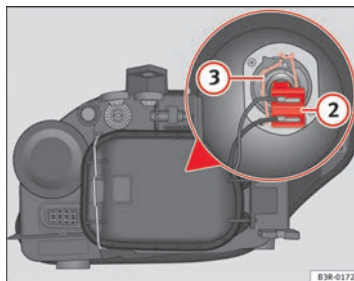

Abb. 194 Abblendlicht
- Ziehen Sie am Stecker ⇒ Abb. 194 (2) und nehmen Sie diesen so von der Lampe ab.
- Nehmen Sie die Haltefeder ⇒ Abb. 194 (3) durch Eindrücken und Rechtsdrehung ab.